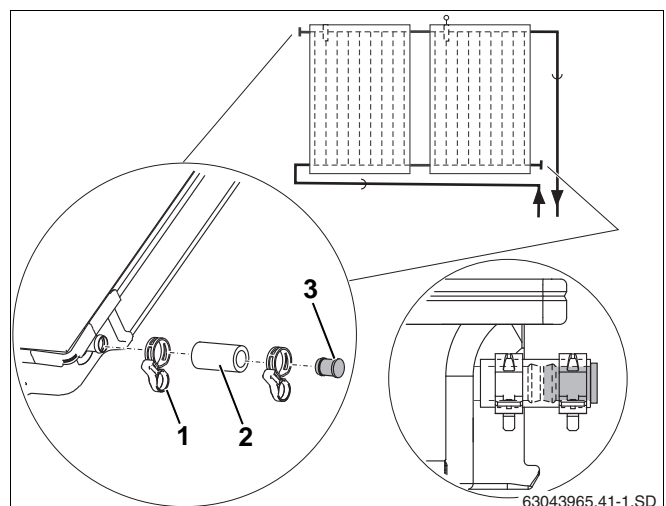

Fig. 40 Montering af blindprop og fjederbånd
- ▶ Sæt 55 mm-solvarmeslangerne (fig. 40, **pos. 2**) med den formonterede blindprop på begge solfangerens ledige tilslutninger.